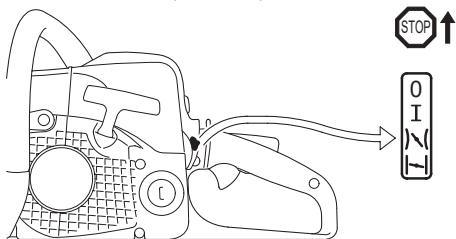

Рис. 13. Изменение положения комбинированного рычага после первой вспышки
7. После первой вспышки откройте воздушную заслонку, для этого переведите комбинированный рычаг в стартовое положение воздушной заслонки |—| (Рис. 13).